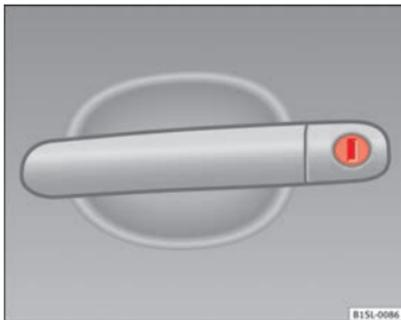

Fig. 134 Maniglia della porta del conducente con cilindretto di serratura
- Introdurre la mappa della chiave nella serratura e sbloccare o bloccare il veicolo ⇒ fig. 134.